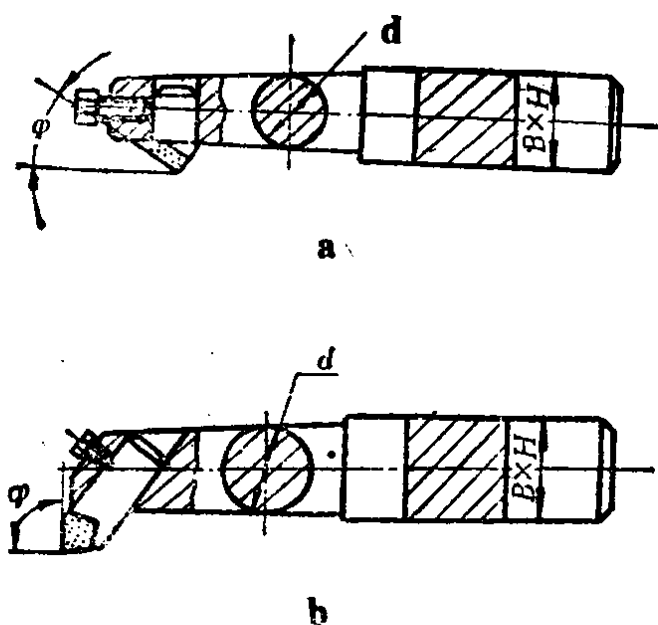

图2 车床上用的镗刀
(1) 车床上用的通孔 (a) 和盲孔 (b) 镗刀，刀头是焊接式用螺钉夹固在镗杆上 (图2)。